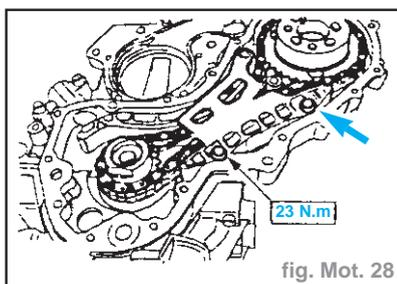

fig. Mot. 28
- Déposer la chaîne de distribution de pompe d'injection avec le guide-chaîne. (fig. Mot. 28).